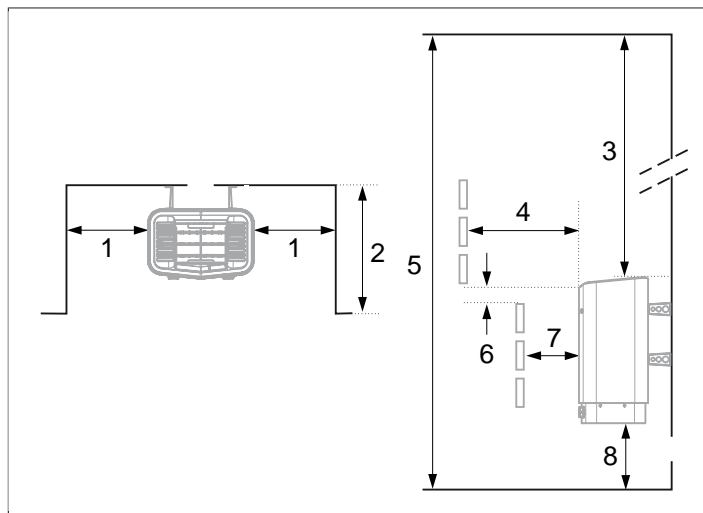

**Рисунок 2:** Размещение каменки – нормальная установка
- на безопасном расстоянии от пола, боковых стен и интерьера (см. **Рисунок 2**, страница 2).